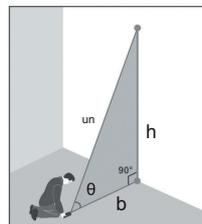

Figure 1
① Calculer la hauteur en mesurant l'angle (comme indiqué dans la figure 1)
(Figure 1)
Étape 1 : Mesurez la zone une fois (figure 1) ;